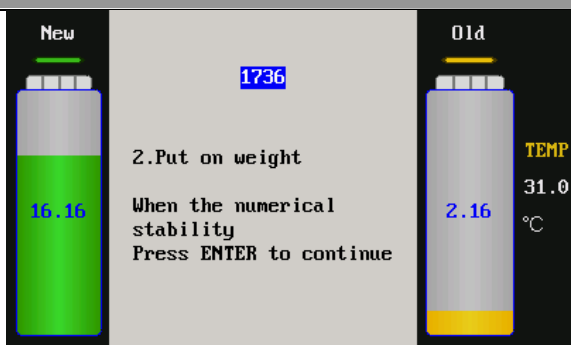

Рис. 33
- 4) Извлечь бак для новой жидкости. Если значение, отображаемое на интерфейсе, является устойчивым, нажать кнопку ENTER для сохранения данных. Интерфейс представлен на Рис. 33.